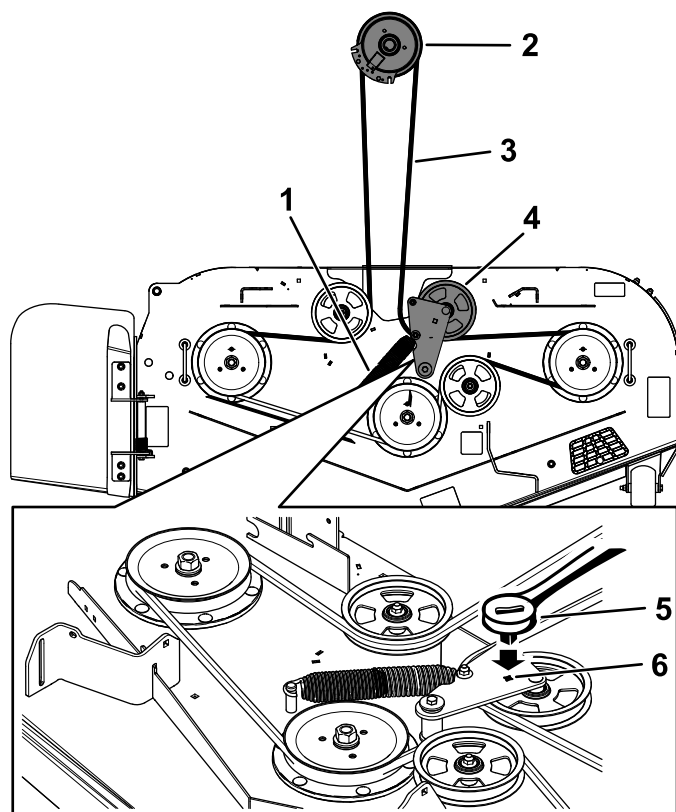

Figure 64
5. Insérez un rochet de $\frac{3}{8}$ pouce dans le trou carré du bras de la poulie de tension pour détendre le ressort de la poulie de tension (Figure 64).
7. Enlevez le guide-courroie situé sur le bras de la poulie de tension rappelé par ressort (Figure 64).
9. Acheminez la courroie neuve autour des poulies du tablier de coupe et de la poulie d'embrayage, sous le moteur (Figure 64).
10. Montez le guide-courroie sur le bras de la poulie tension (Figure 64).
11. Insérez le rochet de $\frac{3}{8}$ pouce dans le trou carré et installez le ressort de la poulie de tension (Figure 64).